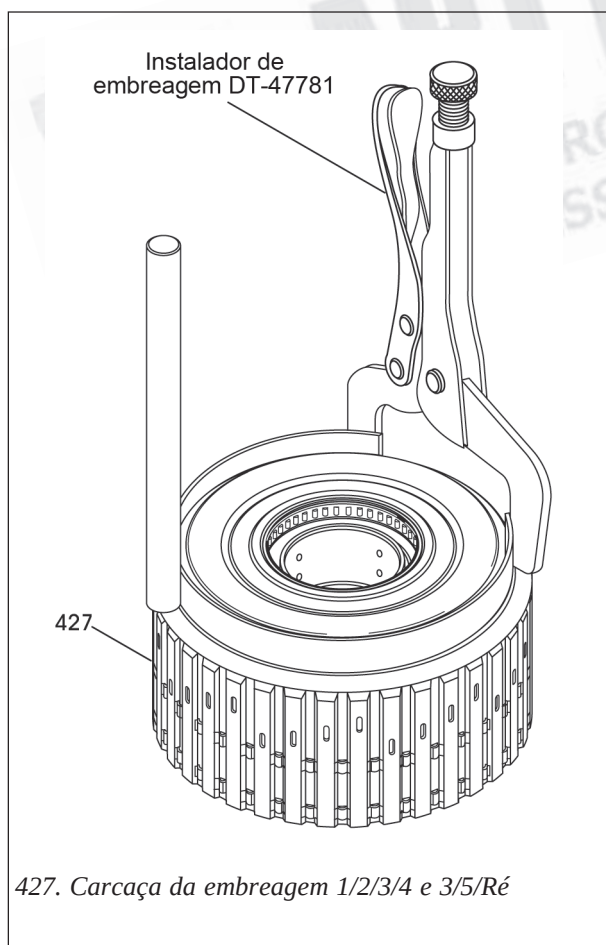

Figura 164
22. Posicione o a carcaça finalizada das embreagens 1/2/3/4 e 3/5/Ré em uma superfície plana, conforme mostra a figura 164.
23. Instale o instalador da embreagem DT-47781 na carcaça da embreagem 1/2/3/4 e 3/5/Ré, conforme mostra a figura 164, e feche o cabo em forma de alicate.